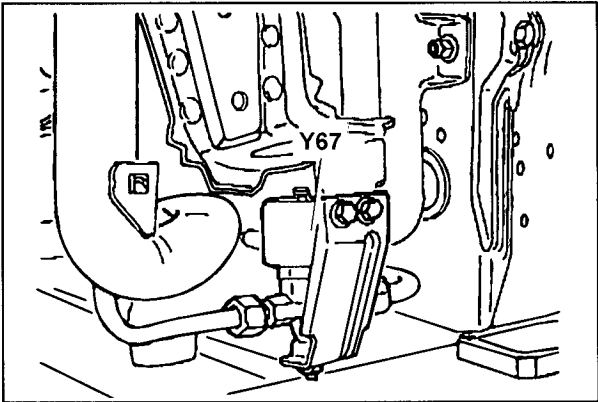

图 9-1-8 制冷剂切断阀 Y67
17. 制冷剂的供给由后部制冷剂切断阀 Y67(见图 9-1-8)控制。